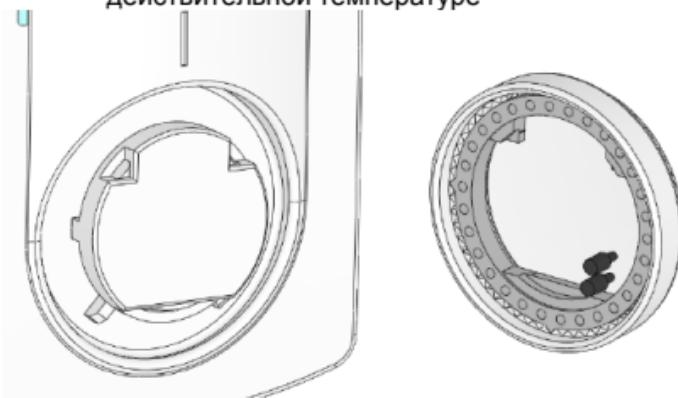

рис. 3
3. Вставить штыри в отверстия, соответствующие требуемым ограничениям температуры на кольце (рис. 3 и 4)